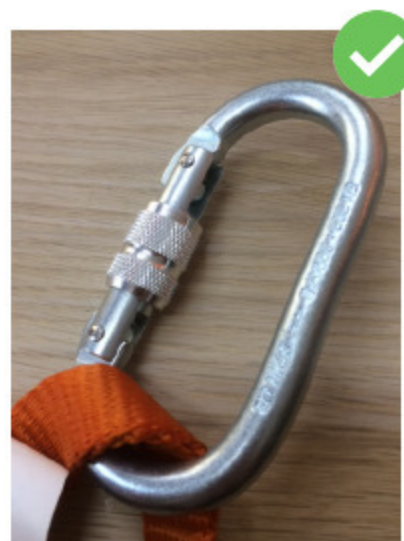

рис. 23
7. проверьте состояние металлических элементов на отсутствие трещин, деформации, следов коррозии. Допускается легкая коррозия, не влияющая на рабочую функцию изделия (рис. 23).